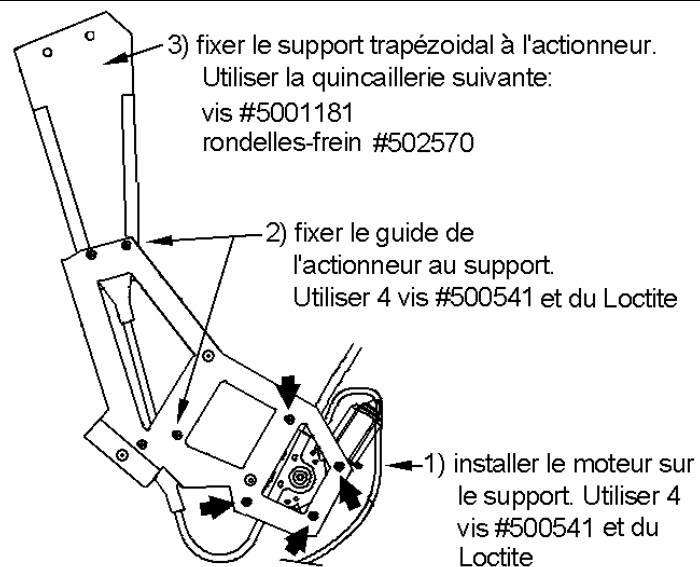

FIGURE 14
10. Procéder au préassemblage du moteur, de son support et du support trapézoïdal. Suivre les étapes 1 à 3 de la figure 14.